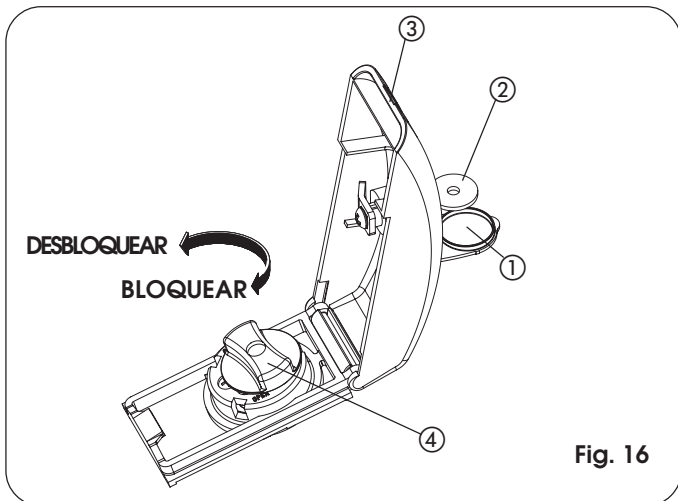

Fig. 16
- Levante el tapón de protección (Fig. 16, ref. ①) e introduzca la llave suministrada en dotación (Fig. 16, ref. ②).
- Levante la cubierta (Fig. 16, ref. ③).
- Gire unas dos vueltas, en sentido antihorario, la manivela de desbloqueo (Fig. 16, ref. ④).
- Para volver a bloquear el operador, gire en sentido horario, hasta que se detenga, la manivela de desbloqueo (Fig. 16, ref. ④).
- Cierre la cubierta y gire la llave 90° en sentido antihorario (Fig. 16, ref. ②).
- Para finalizar, saque la llave y cierre el tapón de protección (Fig. 16, ref. ①).